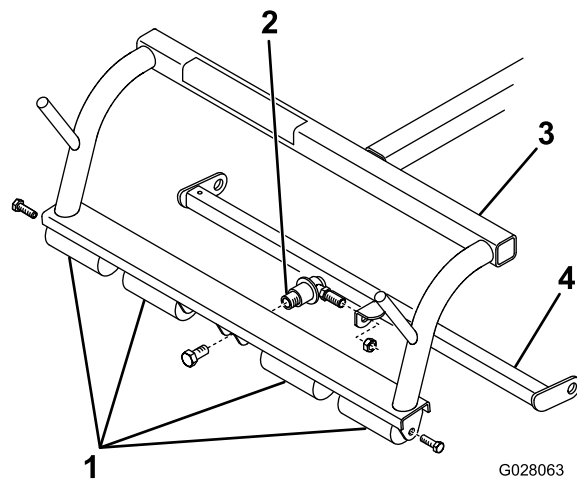

Figura 3
Nota: Se i telai portanti sono dotati di telai di trazione da un punto unico, rimuovete il telaio di trazione e il relativo giunto a sfera (Figura 3).
- A. Rimuovete le viti che fissano le estremità esterne di ciascun albero del rullo antistrappo a ciascuna estremità del telaio portante (solo estremità esterna degli alberi; fate riferimento a Figura 3).